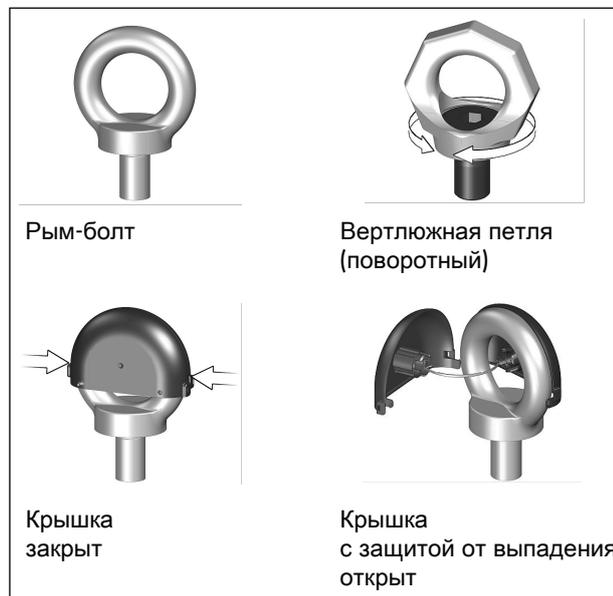

Рис. 5: Защита от выпадания на рым-болте/ вертлюжной петле
1. Откройте и снимите крышку рым-болта, слегка надавив на два боковых зажимных соединения, см. Рис. 5.
6. После установки снимите подъёмные стропы, установите и закройте крышку рым-болта, см. Рис. 5.